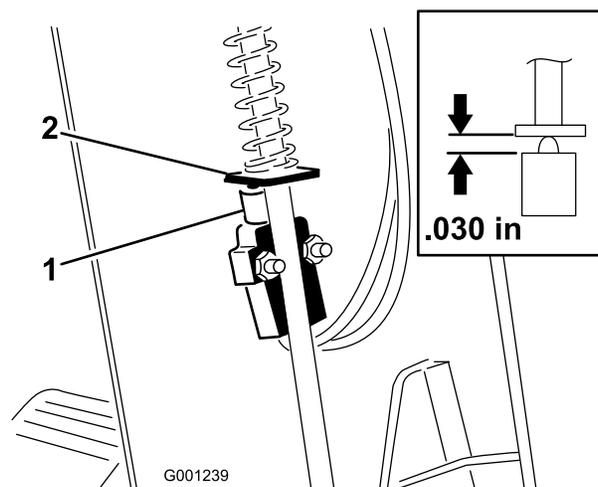

図 62
3. カバーを上スライドさせて駐車ブレーキスイッチを露出させる 図 62。
5. 駐車ブレーキのロッドのパドルとスイッチのプランジャとを整列させる (図 62)。
6. 駐車ブレーキロッドを押し下げ、スイッチが押し上げられてプランジャが圧縮された時のプランジャの長さを 0.76mm とする 図 62挿入図。